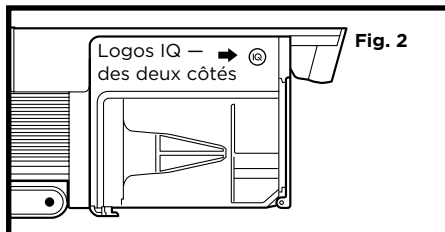

Fig. 2
2. Localisez les capteurs à l'intérieur de la tête de l'aspirateur à main. Les capteurs se trouvent sur les parois intérieures de la tête d'aspirateur, à environ 8 cm du passage d'air, alignés avec les logos IQ (Fig. 2) à l'extérieur.